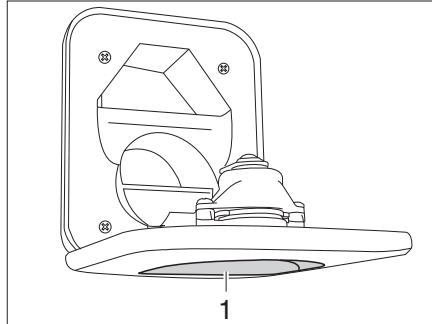

Fig. 148 Bec de remplissage d'eau fraîche pour les toilettes
- Ouvrir le bec de remplissage d'eau fraîche pour les toilettes (Fig. 148,1) au-dessus du portillon de la cassette Thetford et le faire pivoter vers le bas.